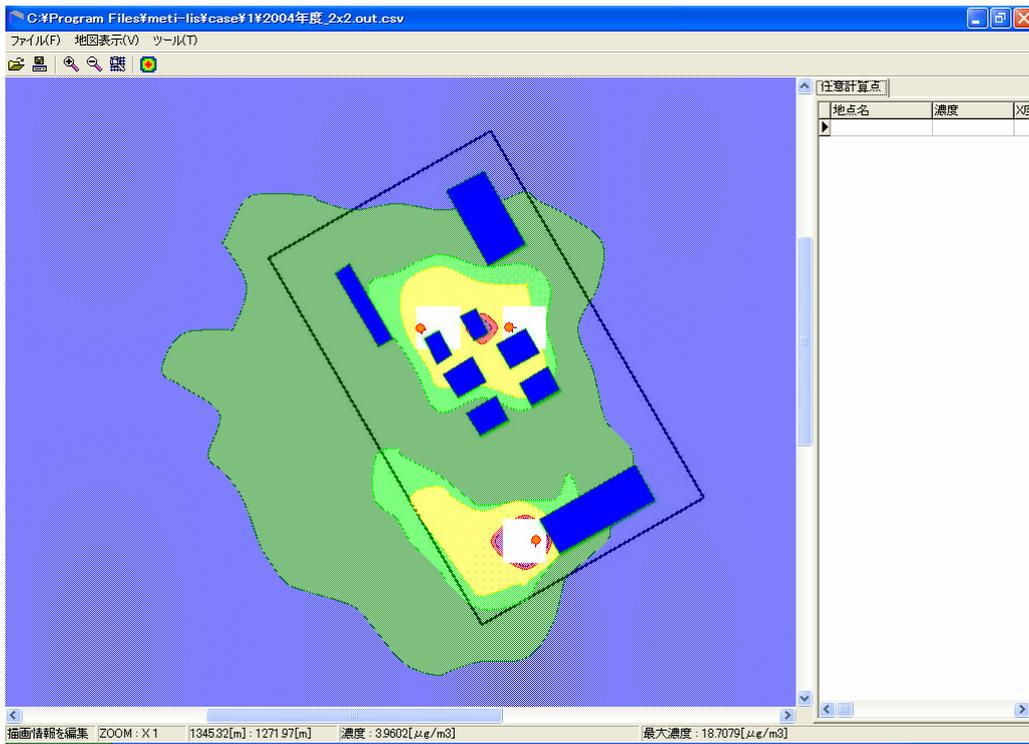

図 6.5-41 計算結果の表示 (3)
- 6) 図 6.5-41 の最大濃度は敷地内に出現しているのですが、敷地外で最も濃度が高くなる場所を探します。丁度、 $4.6 \mu\text{g}/\text{m}^2 \sim 15 \mu\text{g}/\text{m}^2$  のコンターが敷地境界にかかっています。カーソルの位置と計算点位置が合うとステータスバーの左側に濃度が表示されますので、敷地境界の内と外にカーソルを移動させて、外側で最大となる濃度を探します。表示が変わらない場合は、直前の計算点の濃度を表示していますので、カーソルをいろいろ動かしてみてください。図 6.5-41 ではステータスバー左側で  $3.9602 \mu\text{g}/\text{m}^2$  になります。この濃度を評価で使用します。